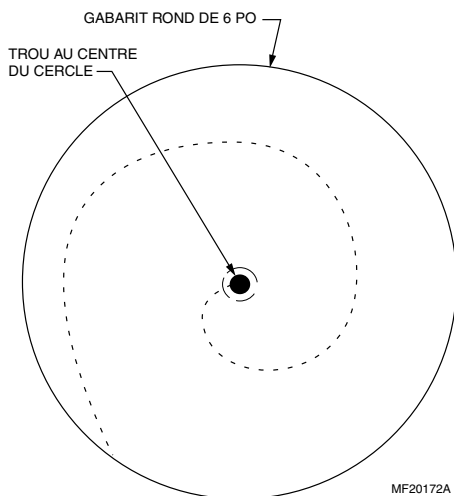

Fig. 6. Découpe de l'ouverture de la dérivation.
10. Couper avec soin l'ouverture pour l'extrémité du collet de départ de 155 mm (6 po) de la gaine flexible de 1,22 m (48 po). Voir la Fig. 6. Utiliser une perceuse pour amorcer la coupe au milieu du cercle. Couper en formant une spirale vers l'extérieur pour favoriser une coupe contrôlée.